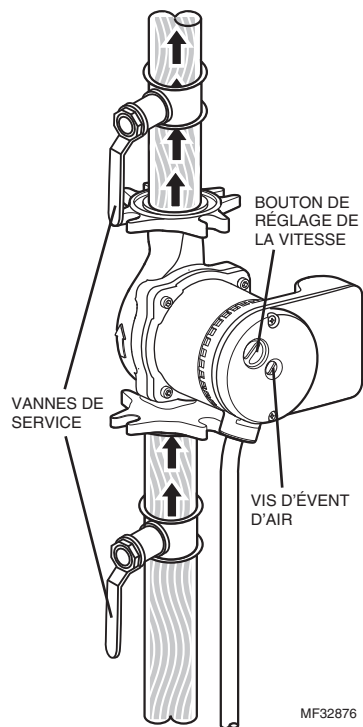

Fig. 9. Purger le circulateur en desserrant la vis d'évent d'air.
- Tourner le bouton de réglage de la vitesse dans le sens horaire pour augmenter la vitesse (voir la Fig. 9).